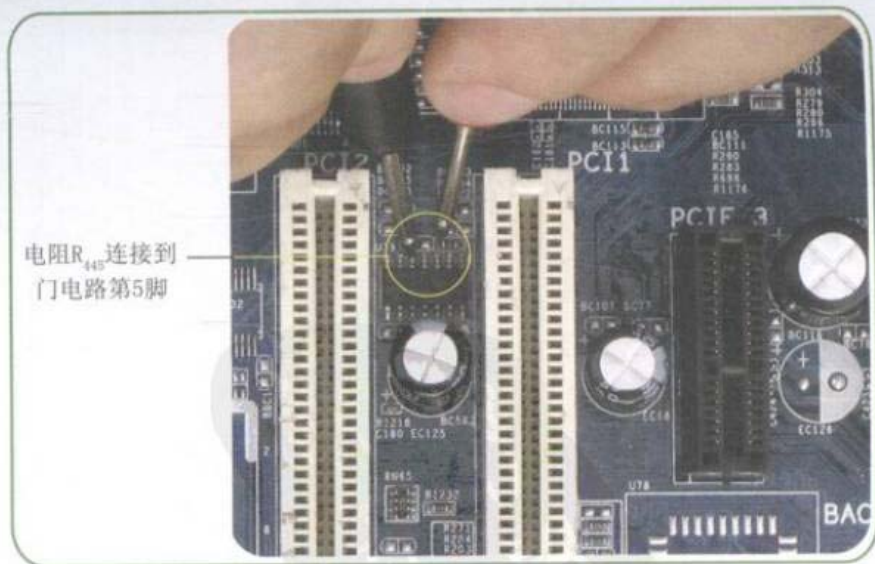

图10-14 测量电阻 $R_{445}$ 到门电路的线路
**Step 02** 测量电源插座的第8脚连接的电阻 $R_{445}$ 到门电路74HC14D的第5脚的线路，如图10-14所示。